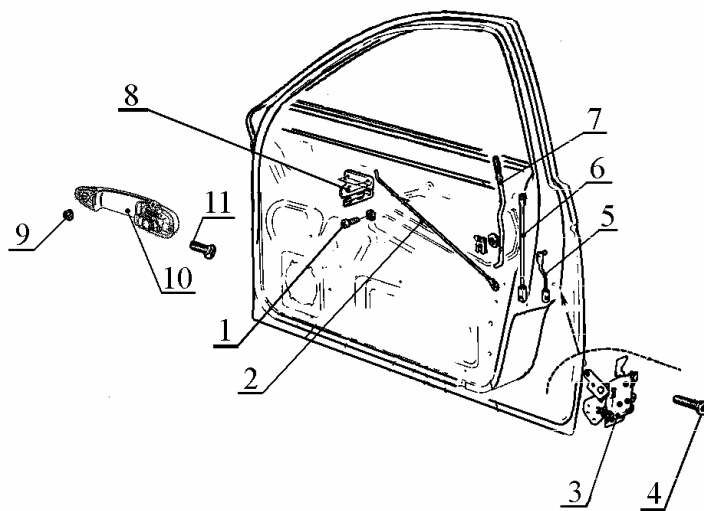

Рис.6. Аппаратура передней двери:
3.18 Отвернуть винт 1, рис.6, крепления кронштейна 8 внутренней ручки открывания двери, отсоединить кронштейн от тяги 2 (отвертка крестообразная).